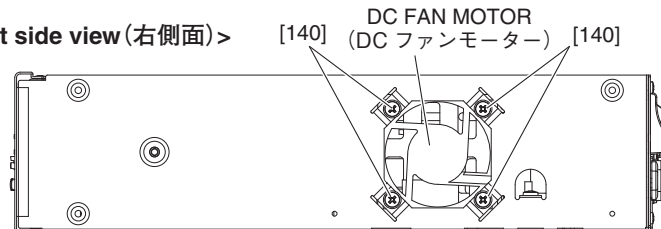

Fig. 5 (図5)
10-2 Remove the two (2) screws marked [40] and the screw marked [60]. The INLET assembly can then be removed. (Fig. 5)
10-2 [40] のネジ 2 本と [60] のネジ 1 本を外して、インレット Ass'y を外します。(図 5)
11-2 Hold down the claws A of the protector S from inside, and remove the protector S from the outside of the bottom chassis. (Fig. 5)
11-3 Hold down the claws B of the PSW connector assembly from inside, and remove the PSW connector assembly from the outside of the bottom chassis. (Fig. 5)
11-2 プロテクター S のツメ A を内側で押さえながら、プロテクター S をボトムシャーシ外側から引き抜きます。(図 5)
11-3 PSW 束線のツメ B を内側で押さえながら、PSW 束線をボトムシャーシ外側から引き抜きます。(図 5)
- 12-2 Remove the four (4) screws marked [140]. The DC fan motor can then be removed. (Fig. 5)
* **When the screws marked [140] are removed, the fan motor angle will come off with the DC fan motor. The fan motor angle is not components of the DC fan motor. (Fig. 5)**
- 12-2 [140] のネジ 4 本を外して、DC ファンモーターを外します。(図 5)
※ [140] のネジを外すと、DC ファンモーターと共にファンアングルが外れます。ファンアングルは、DC ファンモーターの構成部品ではありません。(図 5)